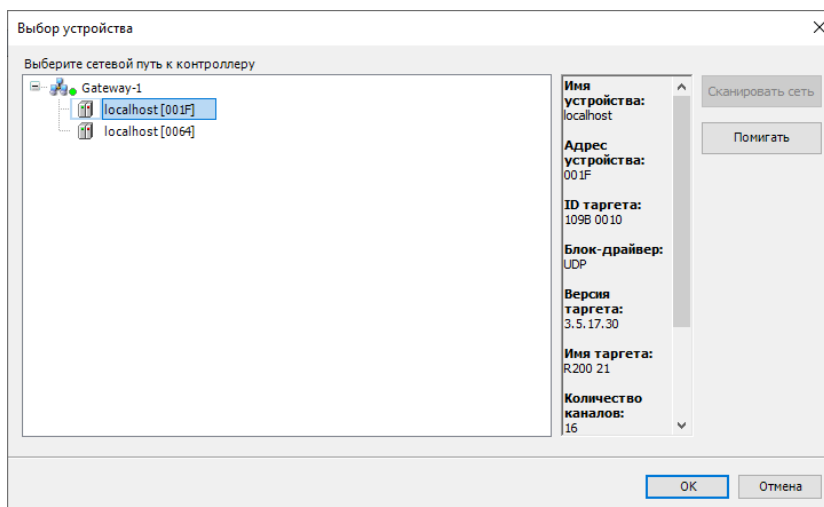

Рисунок 4.7 – Окно «Выбор устройства»
3.6. Перейти на вкладку «Device» дерева проекта (в левой части окна), пункт «Установка соединения» – кнопка «Сканировать сеть». В окне «Выбор устройства» (рисунок 4.7) необходимо выбрать нужный ПЛК и нажать кнопку «ОК».